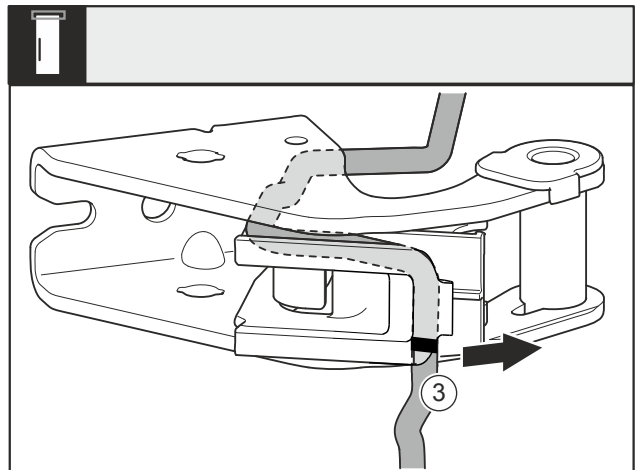

Fig. 31
- ▶ Çmontoni kabllon bashkë me mbajtësen e kablos Fig. 31 (3) nga bazamenti mbështetës.